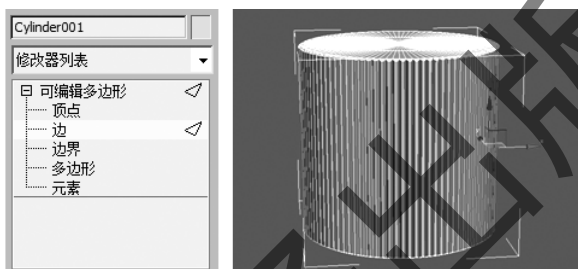

图 4-72 选择边
Step14: 进入边级别, 选择“圆柱”高度所有的边, 如图 4-72 所示。